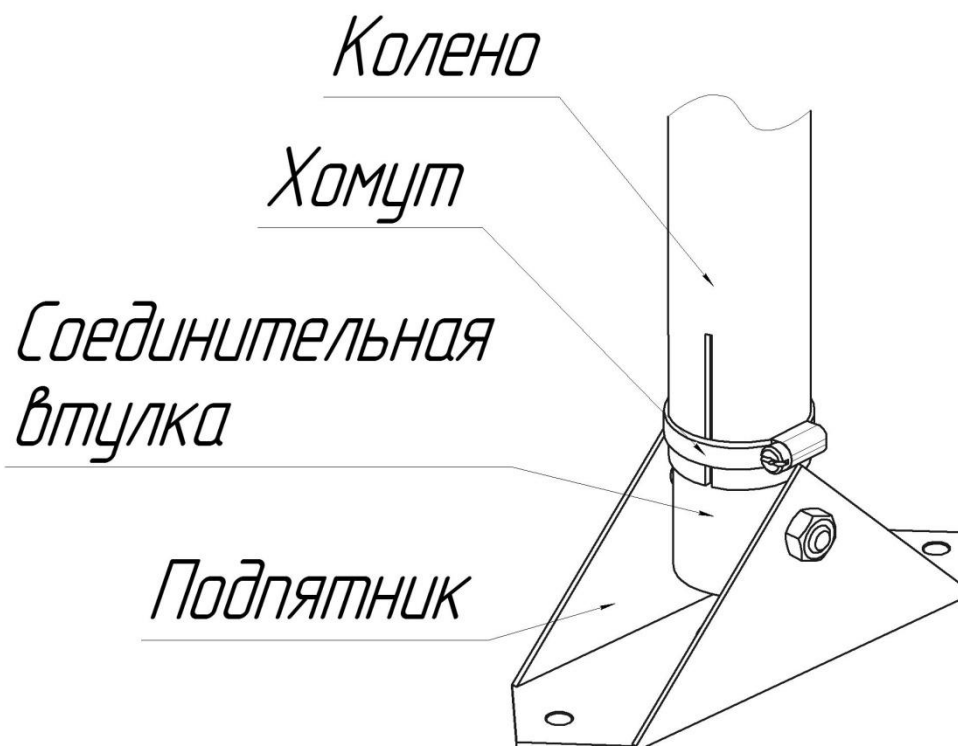

Рисунок 3 – Фиксация мачты от поворота
5.4 При использовании комплектов мачт ММ и МБ обеспечивается возможность поворота антенны в горизонтальной плоскости вместе с мачтой. Для этого необходимо вращать мачту с установленной на ней антенной на соединительной втулке (Рисунок 3) после чего установить на нижнее колено мачты в соответствии с рисунком 3 хомут из комплекта антенны и затянуть его.